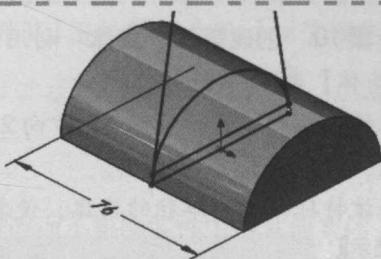

图 1-6 拉伸轮廓
**步骤 5 拉伸轮廓** 使用以下设置拉伸凸台，如图 1-6 所示。